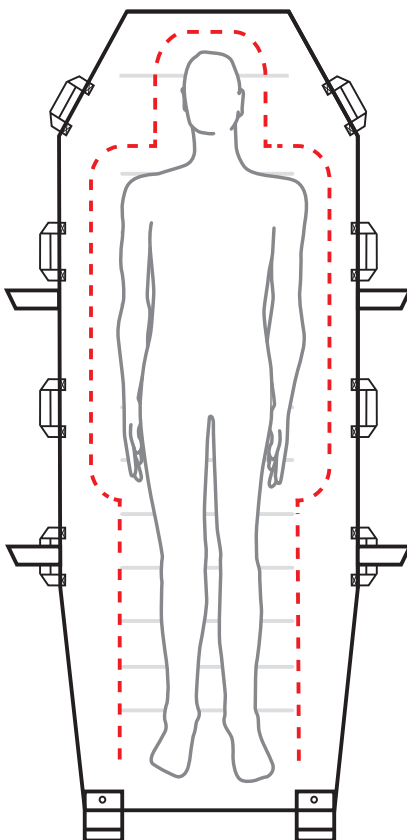

Fig. 6
- Asegúrese de que el cuerpo del paciente NO sobresalga de los límites del colchón *Maxi Air*. Si los pies del paciente sobresalen de la parte inferior del colchón, asegúrese de que haya espacio suficiente para realizar el traslado (consulte la "Fig. 6").